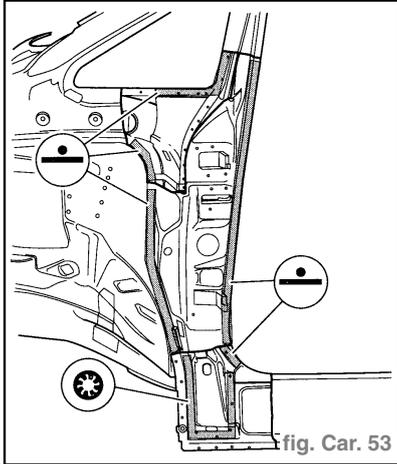

fig. Car. 53
- Souder la pièce neuve à la pointeuse électrique (fig. Car. 53).